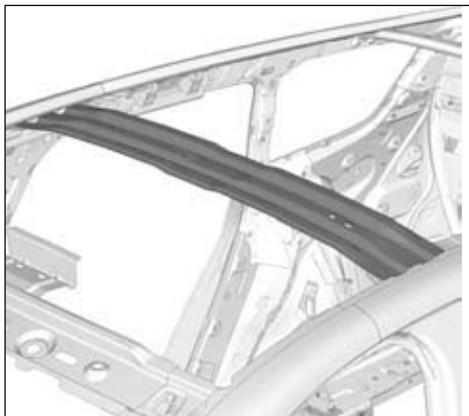

FIG.110
- Respecter la position de la pièce (Fig.110).